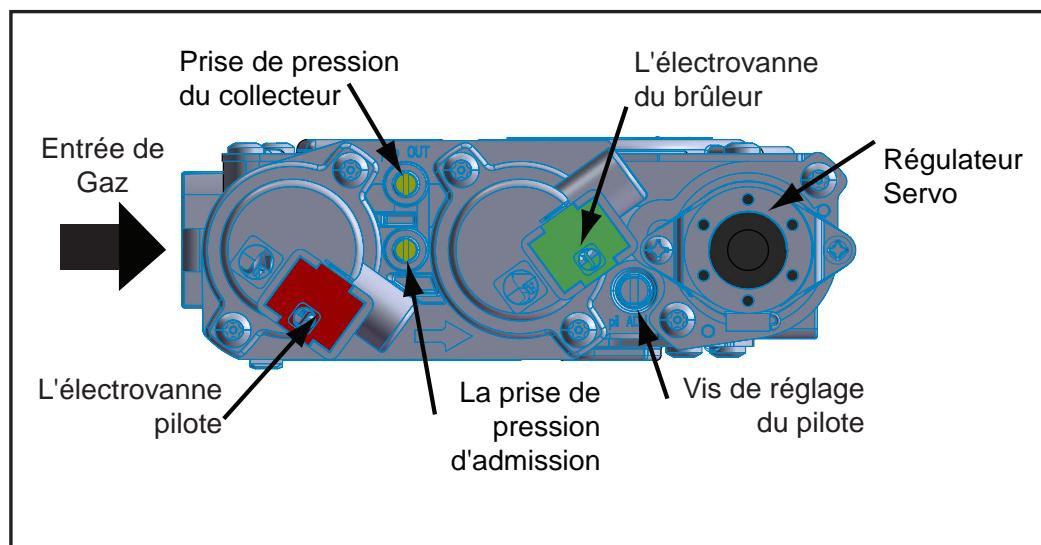

Figure 54 : Vanne de gaz entièrement étiquetée.
Les prises de pression sont situées sur la vanne illustrée à la figure 54.
1. La vis de réglage est accessible par l'avant de l'appareil à l'aide d'un tournevis à tête plate de 10 pouces de long (voir la figure 54 pour connaître l'emplacement sur la vanne).